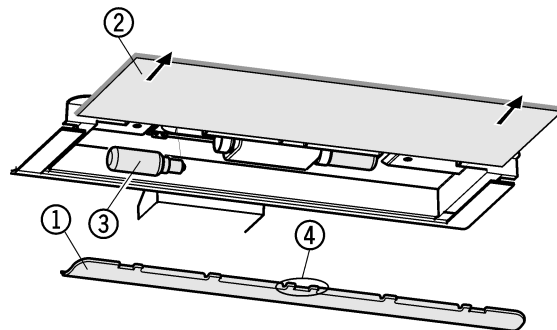

Fig. 18
- ▶ Ta bort panelen Fig. 18 (1): Ta tag bakom panelen och drag bort den.
- ▶ Drag ut glasskivan Fig. 18 (2).
- ▶ Byta glödlampa Fig. 18 (3).
- ▶ Sätta på panelen: Lås i till vänster och höger, kontrollera att den mittre haken Fig. 18 (4) hamnar över glasskivan.